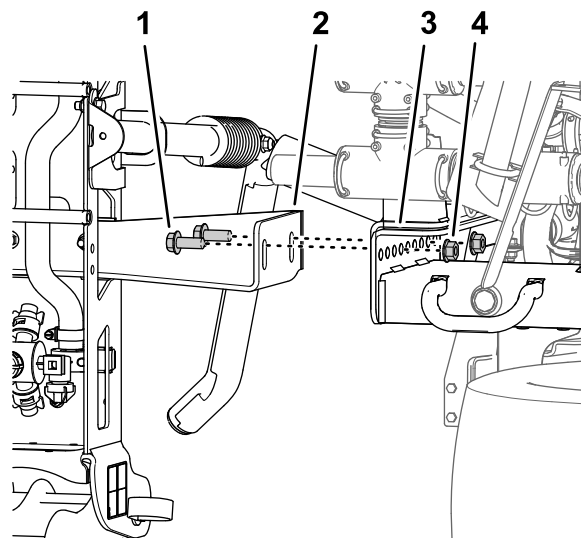

図 45
4. センターブーム用サポートブラケットを機体フレームの取り付けプレートに固定しているフランジヘッドボルト 1/2 x 1-1/4 インチとフランジロックナット 1/2 インチ 4個とを外して、センターブームを機体から外す 図 45。